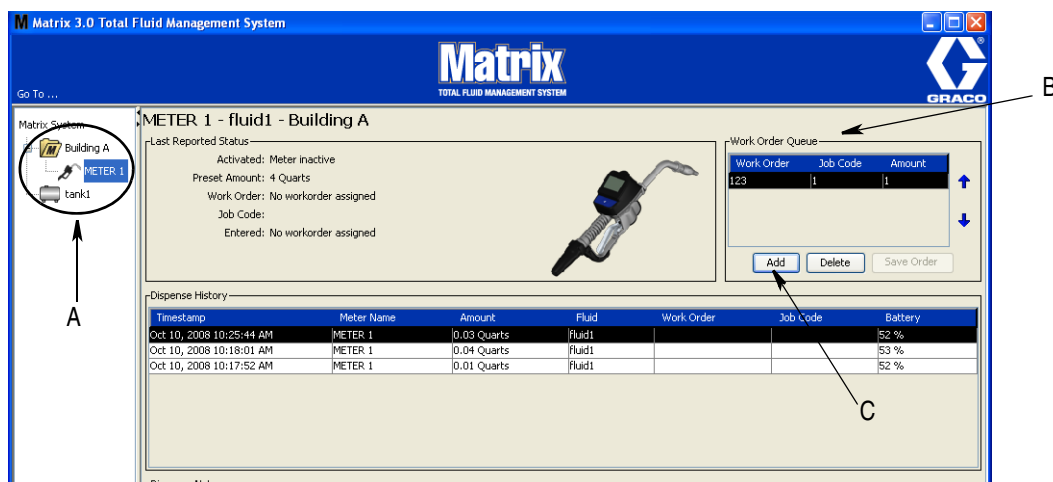

FIG. 117
1. En el área Grupos definidos por el administrador del sistema de la pantalla principal de Matrix (A), seleccione el medidor al que está enviando la solicitud de trabajo (FIG. 117).
2. En la sección Cola de solicitudes de trabajo (B) de la pantalla, haga clic en el botón Agregar (C) (FIG. 117). Hay disponible una lista de solicitudes de trabajo para esas pantallas de medidor.